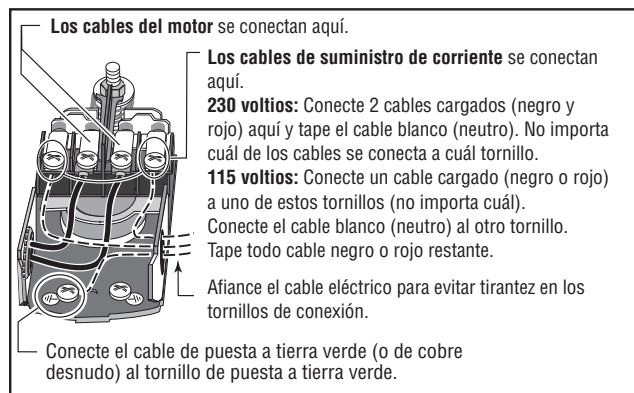

Figura 8: Cableado del manóstató
1. Conecte el hilo de puesta a tierra primero según se ilustra en la Figura 8. El hilo de puesta a tierra debe ser un hilo de cobre macizo por lo menos del mismo tamaño que los hilos de suministro de corriente eléctrica.
4. Conecte los hilos de suministro de corriente al manóstató según se ilustra en la Figura 8, en la página 27.